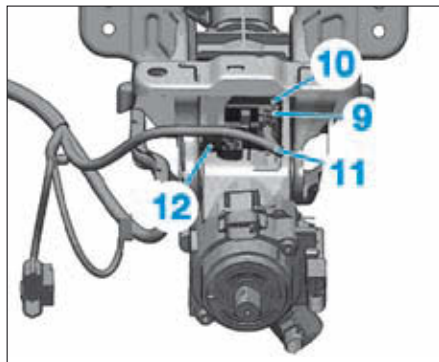

FIG. 8
- Débrancher le connecteur (9) du calculateur de verrouillage (10) de la colonne de direction (Fig.8).
- Dégrafer le faisceau électrique (11) en (12).